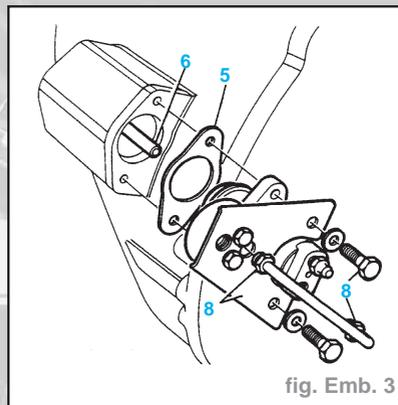

fig. Emb. 3
- Introduire la tige de poussée (6) dans le trou du cache-poussière en caoutchouc et poser le cylindre récepteur sur le carter d'embrayage, purgeur vers le haut (Fig. Emb. 3).